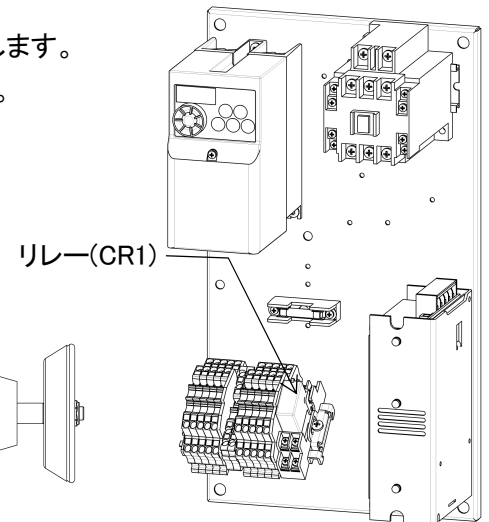

図 8-14
3) 排水弁の動作確認 (図 8-14,15)
- ・ ⑮蝶ナットを緩め、⑮掃除口フタと⑮掃除口フタパッキンを外します。